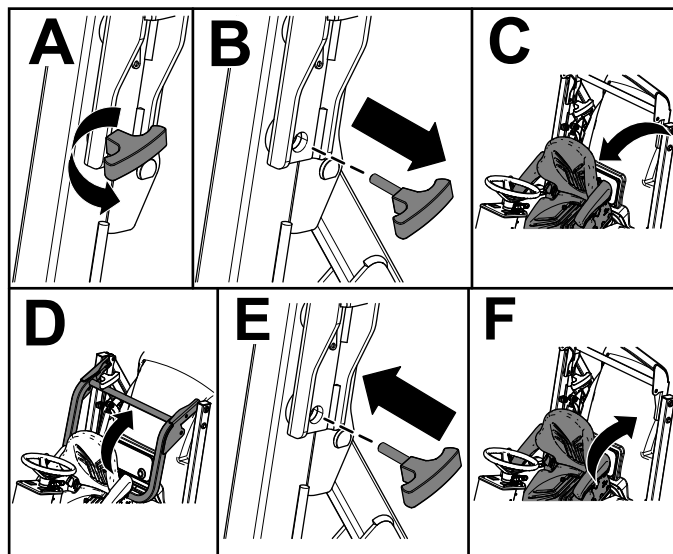

Рисунок 16
4. Наклоните сиденье вперед (Рисунок 16).
5. Извлеките пальцы с ручкой из защитной дуги (Рисунок 16).
6. Поднимите защитную дугу и зафиксируйте ее на месте пальцами с ручкой (Рисунок 16).
7. Наклоните сиденье назад в фиксированное положение (Рисунок 16).